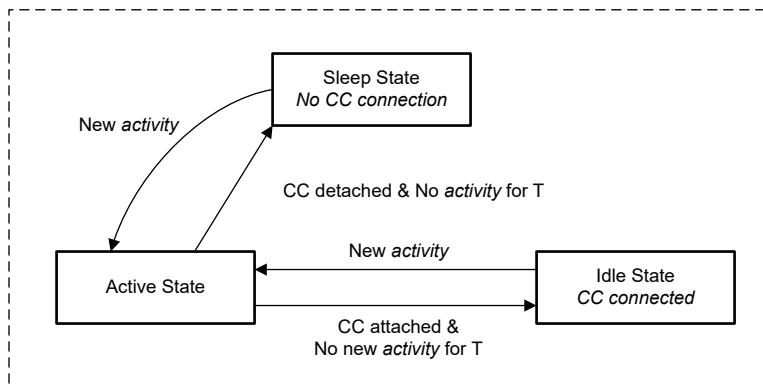

图 8-37. 电源状态流程图
TPS26742-Q1 可在四种不同的电源状态之一下运行：运行、空闲、睡眠或关断。表 8-9 中总结了每个状态下可用的功能。该器件会根据处于运行状态和需要的电路在电源状态之间自动转换，请参阅图 8-37。在睡眠状态下，TPS26742-Q1 会检测 Type-C 连接或进入运行状态所需的其他活动（比如液体检测操作）。在运行模式与空闲模式之间转换需要一段时间 (T)，其间不执行以下任何活动：